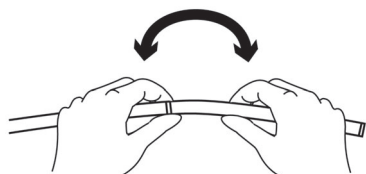

図 2
- 受動湾曲部の両端を把持し、軽く曲げ、受動湾曲部が滑らかに曲がることを確認すること（図 2 参照）。